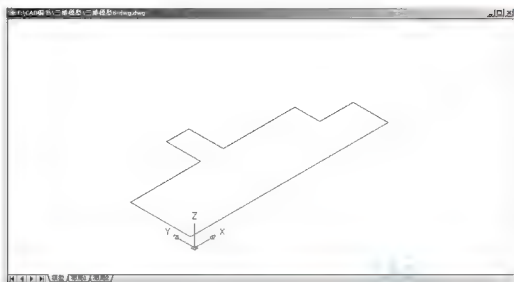
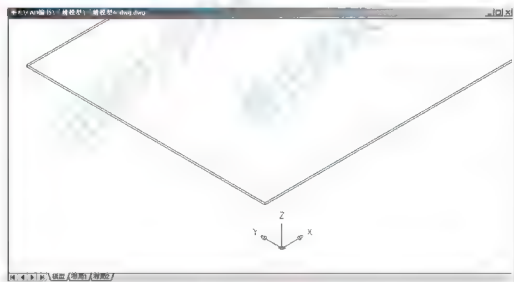

图 6.34 调整视图
图 6.35 拉伸屋面板
视图状态, 结果如图 6.34 所示。
② 执行菜单栏中的【绘图】|【实体】|【拉伸】命令。
- (a) 在**选择对象**: 提示下, 选择图 6.34 中由多段线变成的面域。
- (b) 在**指定拉伸高度或 [路径 (P)]**: 提示下, 输入“100”, 指定将面域向上拉伸 100mm。
- (c) 在**指定拉伸的倾斜角度 <0>**: 提示下, 输入“0”, 结果如图 6.35 所示。